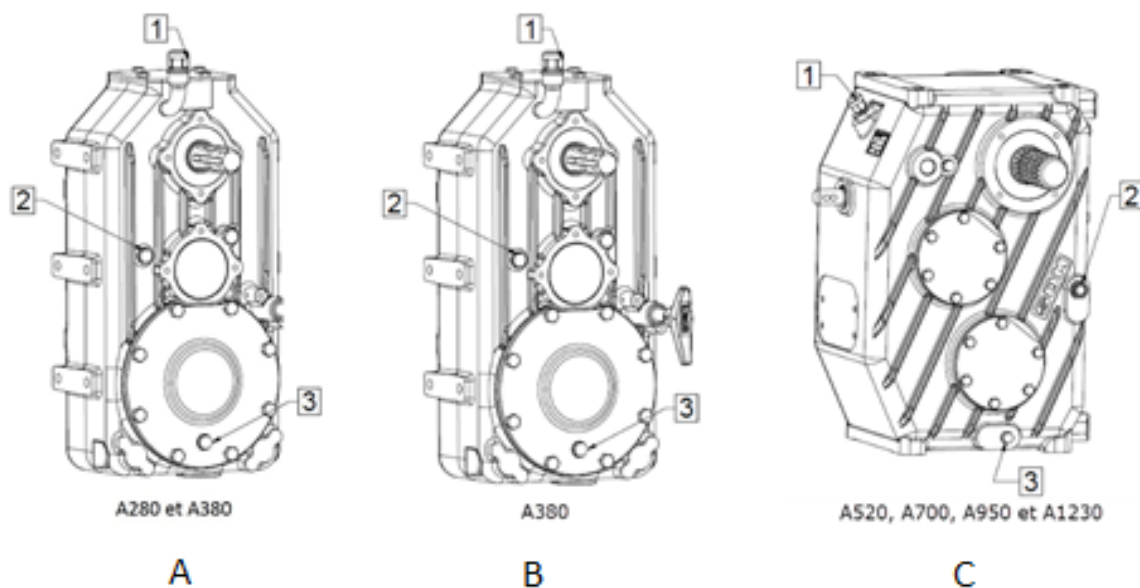

Figure 63 — Réducteur de vitesse des A280 et A380 (A), boîtier bi-vitesse des A380 (B) et boîtier bi-vitesse des A520, A700, A950 et A1230 (C)
Le niveau d'huile du boîtier est bon si l'huile s'écoule lorsque vous dévissez le bouchon situé au milieu du boîtier (repère 2, Figure 63).
2. Dévissez les bouchons (repères 1 et 2, Figure 63).
3. Versez l'huile dans l'orifice (repère 1, Figure 63) jusqu'à ce qu'elle sorte par le trou (repère 2, Figure 63).
1. Dévissez le bouchon de vidange (repère 3, Figure 63).